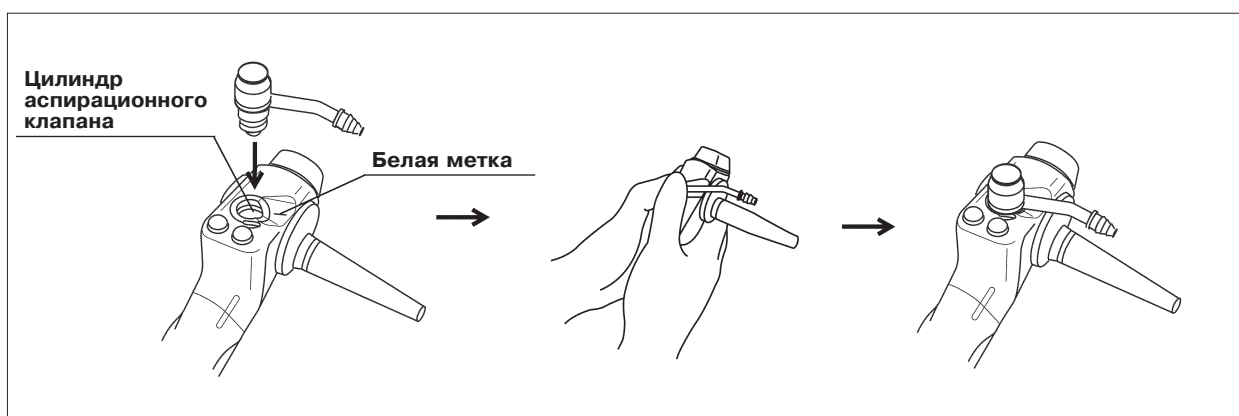

Рис. 3.9
2. Нажмите пальцем на верхнюю часть аспирационного клапана до полного вставления клапана на место с характерным щелчком (см. рис. 3.9).